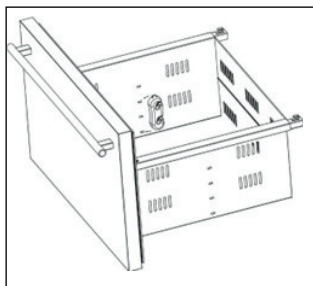
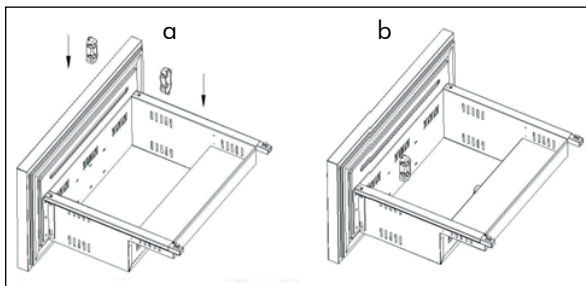

Figura 1
Figura 2
2. Siga estas etapas para instalar os divisores permanentes esquerdo e direito na gaveta superior (figura 1) e na gaveta inferior (figura 2)